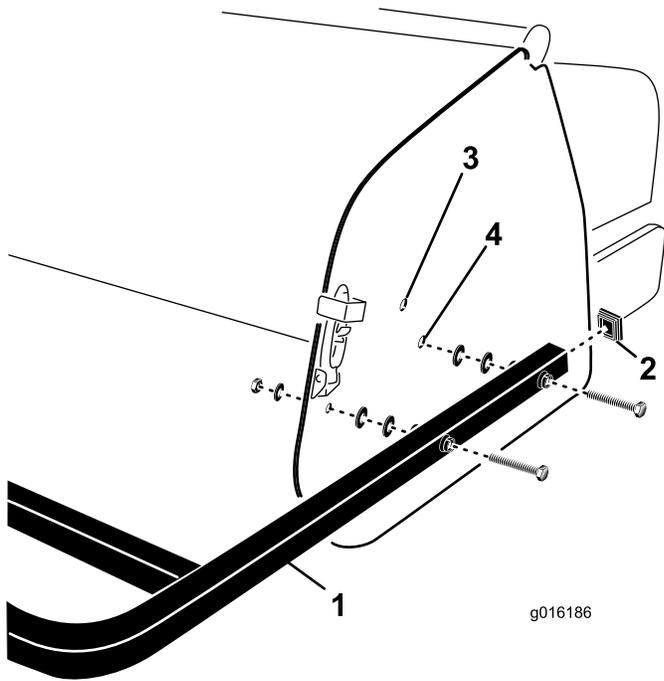

Bild 31
1. Stecken Sie die Endkappen auf die hinteren Schutzvorrichtungsrohre (Bild 31).
2. Fluchten Sie die Löcher in den Befestigungsrohren der hinteren Schutzvorrichtung mit den Löchern in der Seitenplatte des Aerifizierers aus (Bild 31).
Flachscheiben und Muttern an den Seitenplatten (Bild 31).